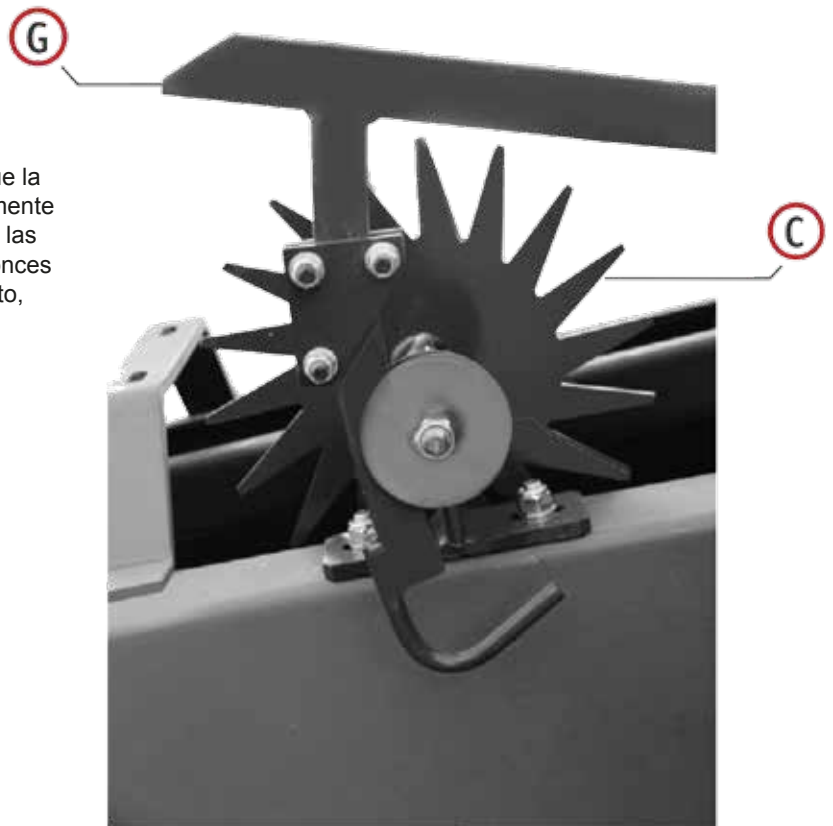

Fig.4
**5. COMO SE SUGIERE EN LA FIG. 4:**
4. Tome el extremo interior de la bobina (P) y colóquelo en la guía del alambre (M), enróllelo alrededor de la polea (D), insértelo entre la polea (F) y el perno (R) y ate el extremo del alambre a la barra (L).
5. Tome el extremo del alambre (O) de la bobina (B) y colóquelo en la guía del alambre (N), enróllelo alrededor de la polea (E), insértelo entre la polea (G) y el perno (R) y ate el extremo a la barra (L).
6. Suelte la palanca del anudador (G) (Fig. 4) y gire el volante manualmente en sentido contrario a las manecillas del reloj hasta que las agujas traigan los alambres al sistema del anudador.
7. Retire los alambres de la barra (L) para que la máquina esté lista para empacar.